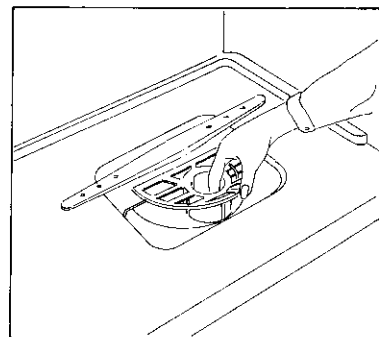

Fig. 17
C) Ôter le filtre extérieure (fig. 17).